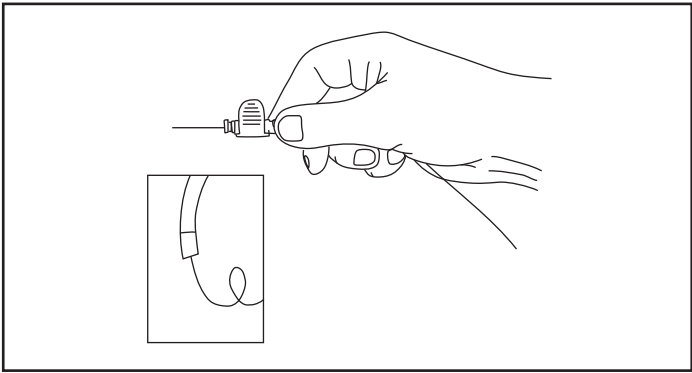

Figure 3.
**Étape 2.** En utilisant le dispositif de torsion wireClip, faire tourner le guide d'un demi-tour dans le sens des aiguilles d'une montre (voir la Figure 3).